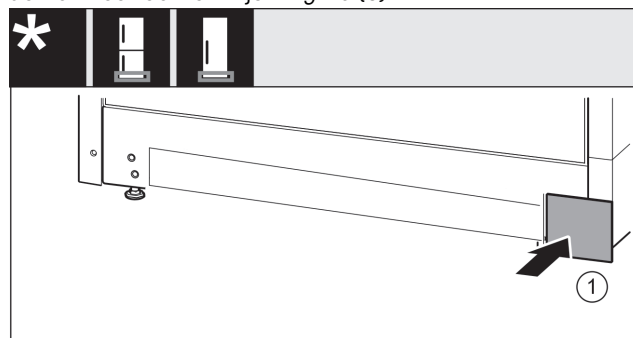

Fig. 17
- ▶ Afdekking aan de andere kant weer plaatsen. Fig. 17 (1)